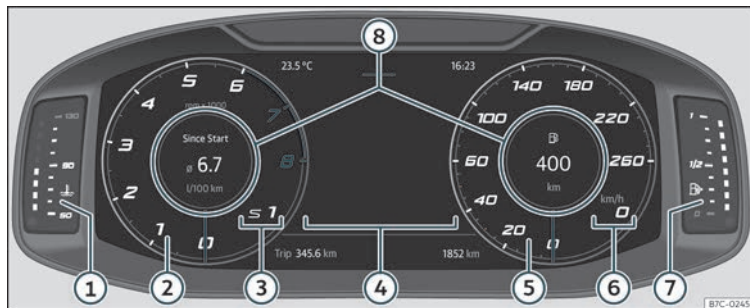

Fig. 57 Digital Cockpit no painel de instrumentos (vista clássica).
Nas vistas **Clássica** e **Navegação** é possível personalizar a informação que aparece em **Perfis de informação**»» Fig. 57 ⑧.
Os ponteiros de rotações por minuto e do velocímetro aparecem em todo o seu comprimento»» **Fig. 57** .